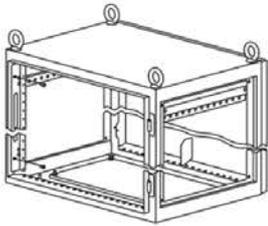

Рисунок 8
4.7.1 Приложите уголок вертикальный под панели ЛГ/ЛМА к стойке передней рамы и закрепите винтами М4×8 в четырёх местах (рисунок 8).